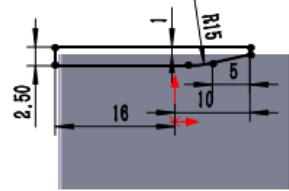

图 14.3.18 横断面草图
② 定义横断面草图。在草图环境中绘制图 14.3.18 所示的横断面草图。
③ 定义切除深度属性。在“切除一拉伸”对话框 **方向 1** 区域的 **下拉列表** 中选择 **完全贯穿** 选项，选中 **正交切除(N)** 复选框。其他选择默认设置值。
④ 单击 按钮，完成切除一拉伸 1 的创建。